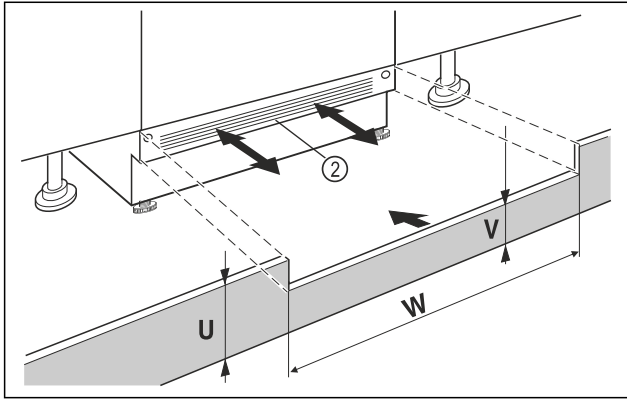

Fig. 39 Beispielhafte Darstellung
- Gerätesockelblende Fig. 39 (2) aufsetzen aber noch nicht fixieren.
- Bei sichtbarer Sockelblende Fig. 39 (2), diese so weit nach vorn ziehen, dass Vorderkante Lüftungsgitter und Möbelsockelblende eine Ebene bilden.
- Bei verdeckter Sockelblende Fig. 39 (2), diese ganz nach hinten schieben.
- Auf komplett freie Lüftungsschlitze achten: Bei Bedarf Höhe der Möbelsockelblende Fig. 39 (U) zuschneiden!
- Entlang der Nischenbreite Fig. 39 (W) die Steghöhe Fig. 39 (V) unter der Gerätesockelblende Fig. 39 (2) einpassen.